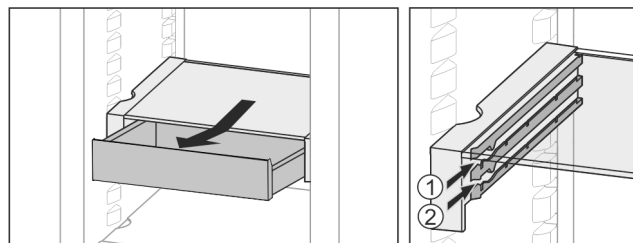

Fig. 31 \*
- 在任意高度 Fig. 31 (1) 或 Fig. 31 (2) 推入。